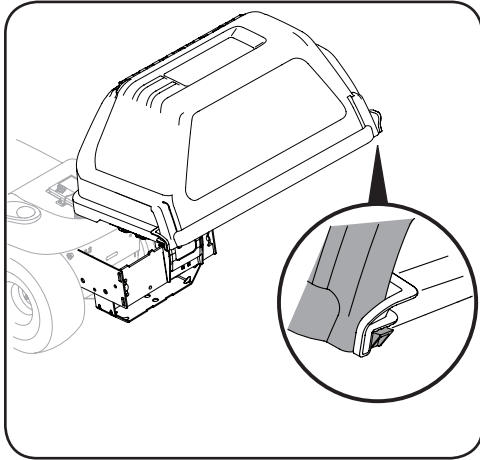

Figura 4-15
- Gire la cubierta de la embolsadora superior hacia abajo para cerrar el accesorio, oprimiendo las lengüetas posteriores del lado derecho y del lado izquierdo y trábelas en su lugar debajo de las muescas de cada lado. Compruebe que encajen perfectamente. Consulte la Figura 4-15.